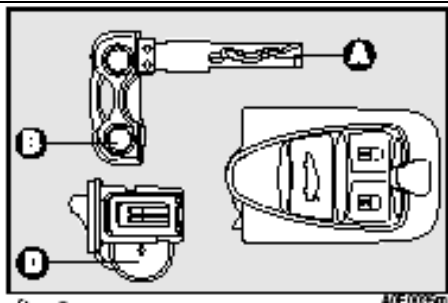

рис. 9
Чтобы заменить элемент питания **рис. 9** необходимо:
- извлеките элемент питания **В-рис.9** из гнезда элемента питания, запомнив полярность (в изображенном положении положительный полюс должен быть, обращен к низу);